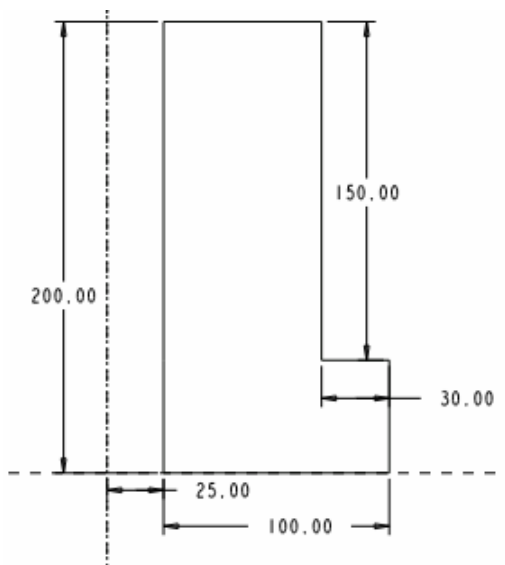

图 2-3
- (3) 单击【剖面】对话框中的【草绘】按钮，系统进入草绘工作环境。
- (4) 绘制如图 2-3 所示的一条中心线和特征截面，然后单击草绘命令工具栏中的  按钮。